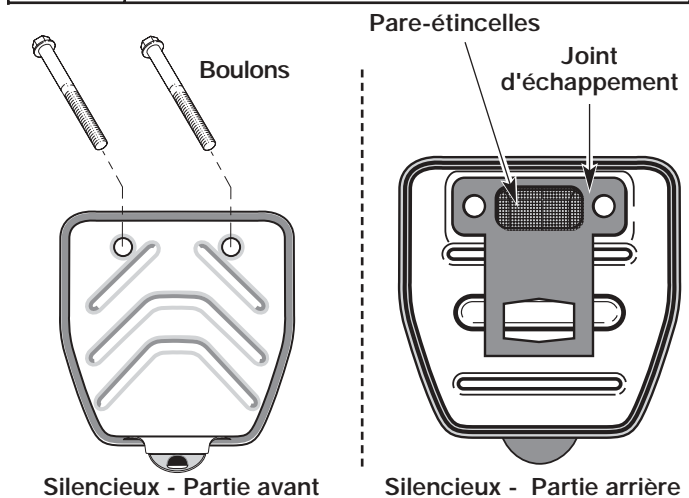

Fig. 29
2. Repérez le devant du silencieux et les deux (2) boulons qui le retiennent au moteur (Fig. 29). Retirez les deux (2) boulons à l'aide d'un tournevis à lame plate, d'une douille de 5/16 po ou d'un tourne-écrou. Retirez le silencieux du moteur.
3. Retournez le silencieux vers l'arrière et repérez le joint d'échappement. Retirez le joint du silencieux (Fig. 29).
7. Placez le joint d'échappement contre l'arrière du silencieux. Alignez les trous de boulon du joint d'échappement avec les trous de boulon du silencieux. Tout en maintenant le joint d'échappement en place, insérez les boulons sur le devant du silencieux (Fig. 29).